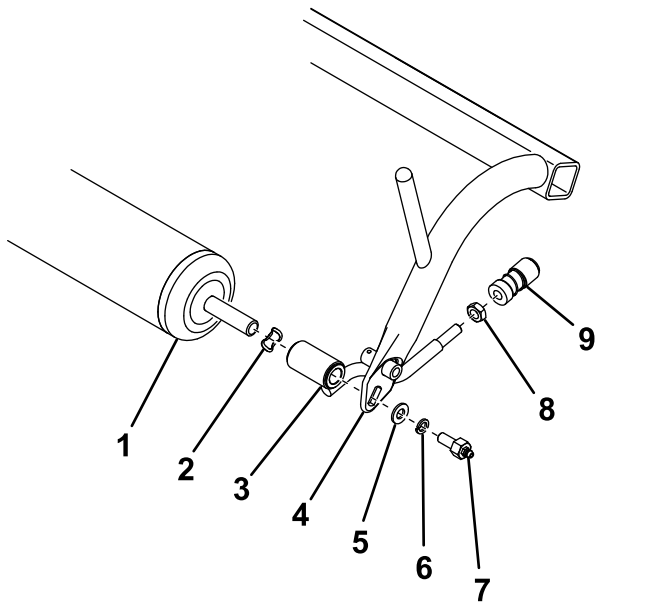

图1
2. 从牵引架上拆下滚筒、弹簧垫圈、拉杆组件、扁平垫圈、锁紧垫圈和润滑脂螺丝（图1）。
3. 从拉杆组件上卸下并保留球窝接头接收器（图1）。丢弃之前卸下的所有五金件，只保留滚筒和球窝接头接收器。